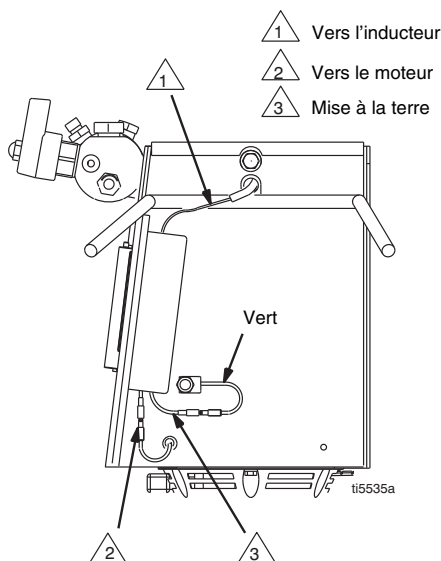

FIG. 11
2. FIG. 11. Débrancher tous les câbles nécessaires.
3. FIG. 11. Effectuer le câblage nécessaire.